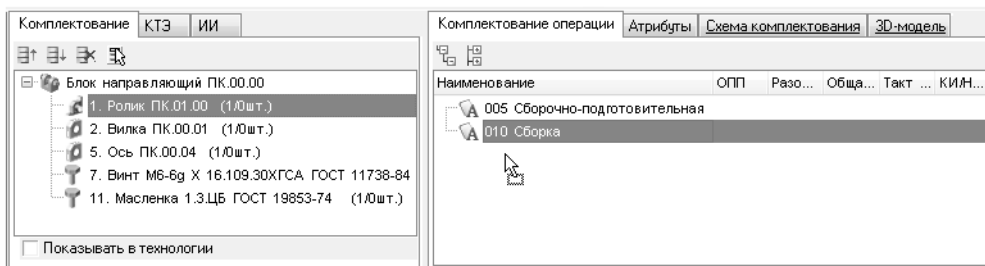

Рис. 11.10.
28. Откройте вкладку **Комплектование операции** рядом с окном дерева комплектования. Установив курсор в дереве комплектования на сборочной единице *1. Ролик*, нажмите левую кнопку мыши и, не отпуская ее, перетащите сборочную единицу на название операции *010 Сборка* на вкладке **Комплектование операции** (рис. 11.10). Отпустите кнопку мыши.